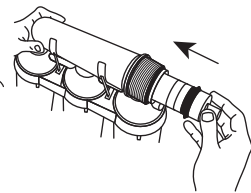

Рис. 19
5.8.5. Установите мембрану в корпус. (Рис. 19).